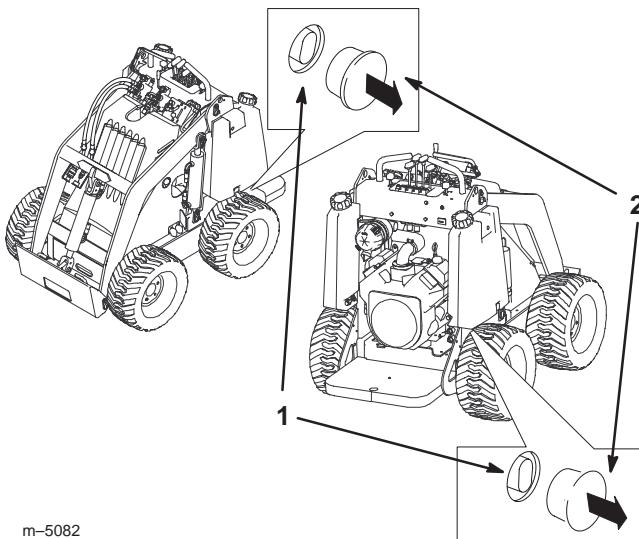

Figure 14
2. Retirez l'obturateur de chaque vanne de remorquage (Fig. 14).
3. Desserrez l'écrou de blocage sur chaque vanne de remorquage (Fig. 14).